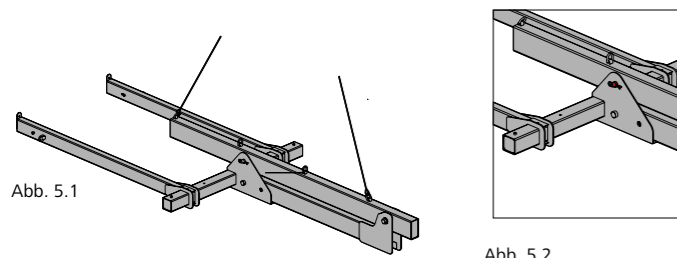

Abb. 5.1
- Hängen Sie die Versetztraverse an den beiden äußeren Anschlagpunkten (A) und (D) an. (Abb. 5.1)